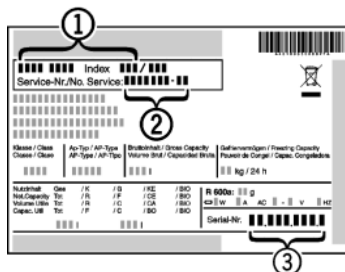

Fig. 14
► Наименование устройства *Fig. 14 (1)*, сервисный № *Fig. 14 (2)* и серийный № *Fig. 14 (3)* считайте с заводской таблички. Заводская табличка находится внутри устройства слева.
- Обратитесь в сервисную службу и сообщите вид неисправности, наименование устройства *Fig. 14 (1)*, сервисный № *Fig. 14 (2)* и серийный № *Fig. 14 (3)*.